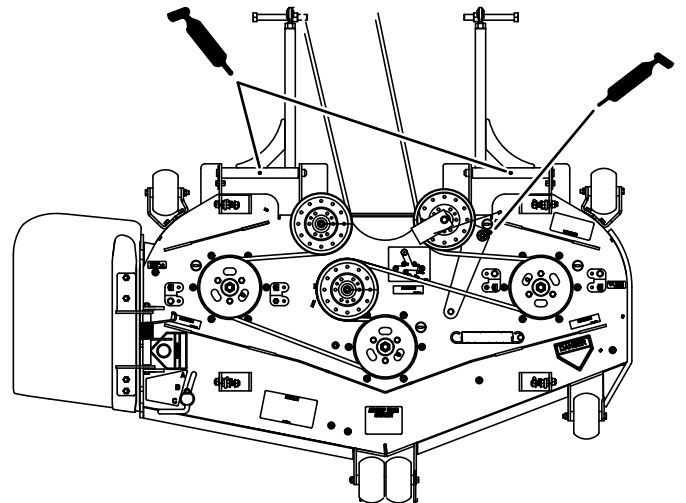
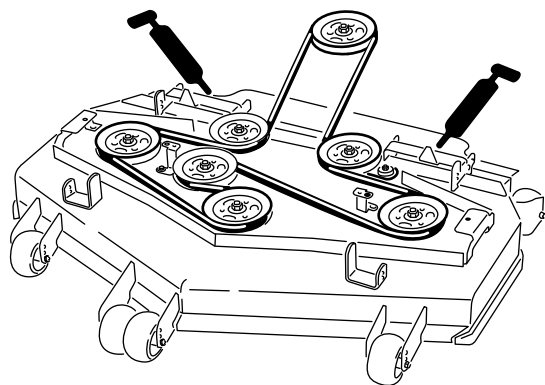

Bild 54
Bild 55
6. Schmieren Sie den Spannarm des Mähwerks (Bild 54).
7. Fetten Sie die Nippel an den Schubarmen ein (Bild 54 oder Bild 55).